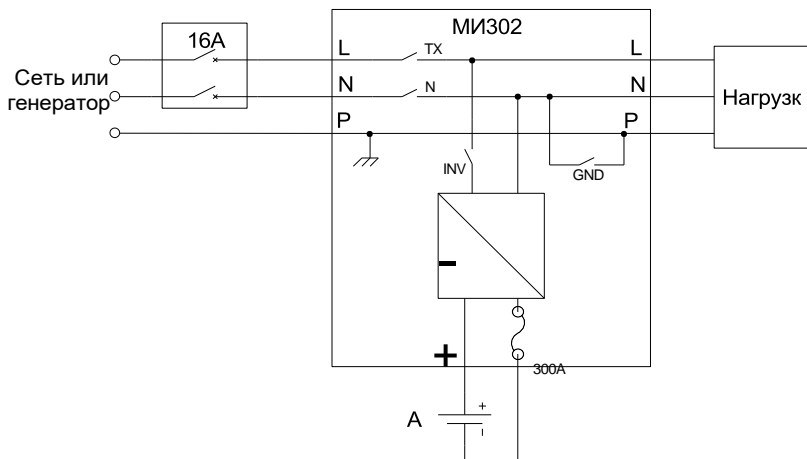

Рис.1. Схема соединений СБП.
5.1 На рисунке Рис.1 представлена схема подключения с внутренней структурой МИ3024.